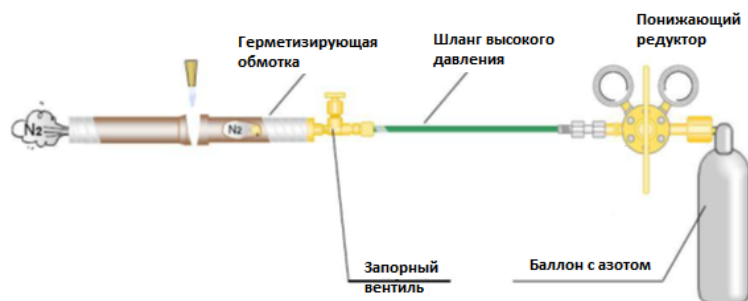

Рис.2.4
- Баллон с сухим азотом подключается к фреоной магистрали через регулятор расхода газа (понижающий редуктор)(рис.2.4).